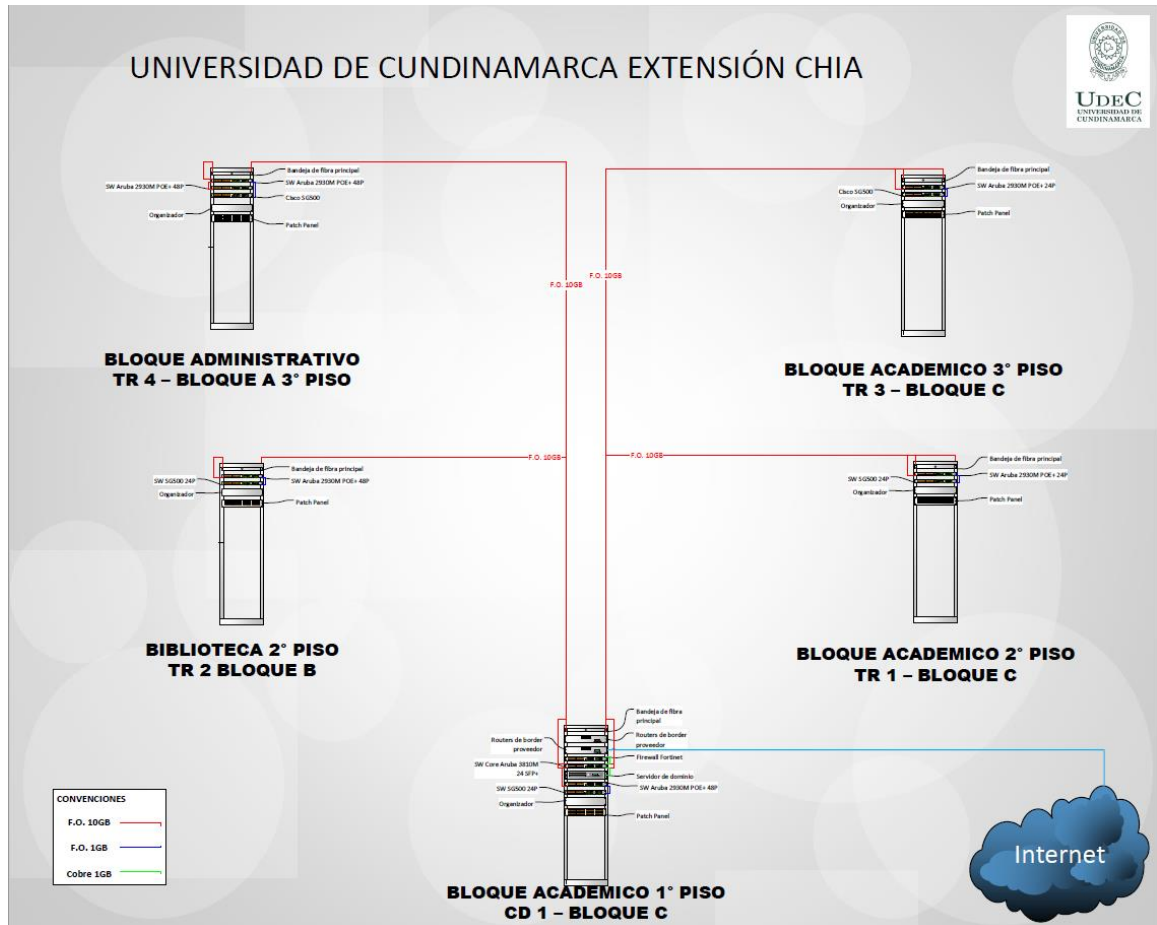

Figura 5. Diagrama lógico proyectado- Extensión Chía
fibras tendidas son tipo **OM3** y deben manejar transceivers a 10Gb para la comunicación entre los Switches (Revisar figura 5). El SW Core deberá recibir 3 conexiones en cobre RJ45 las cuales provienen de los equipos de border y del servidor de dominio ubicados dentro del mismo centro de cableado, por tal motivo se solicita tener la disponibilidad de 4 puertos en cobre a 1GB. Se deben incluir los módulos respectivos para poder soportar SFP+. El Core contara con 2 fuentes de alimentación para su funcionamiento.
- Switches de Distribución/Acceso.** Se contemplan SEIS (6) Switches en total: cuatro (4) switches de 48 puertos POE+ y dos (2) Switches de 24 puertos POE+ (Ver tabla No. 05). Estos equipos cumplirán la función de distribución dentro de cada centro de cableado y recibirán las F.O. de 10GB que conectan con el CD1, de igual manera, recibirán los nuevos AP's a implementar, así como los puntos nuevos para las áreas de trabajo (Revisar Figura 5). Se deben incluir los módulos necesarios para poder soportar SFP+ en los Switches solo contarán con una fuente de alimentación.